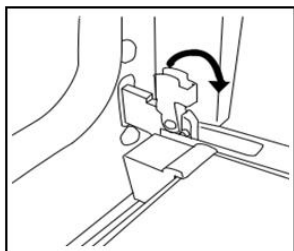

Рис. 1
2. Поднимите фиксаторы и сдвиньте их вперед до упора (Рис.1)